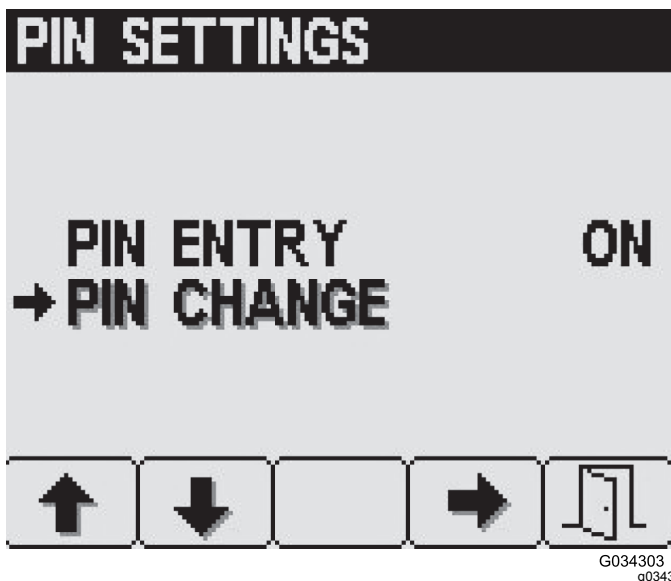

Figure 34
3. Dans l'écran Réglages code PIN, appuyez sur le bouton 2 pour naviguer jusqu'à l'option Modification du code PIN, puis appuyez sur le bouton 4 pour la sélectionner (Figure 34).